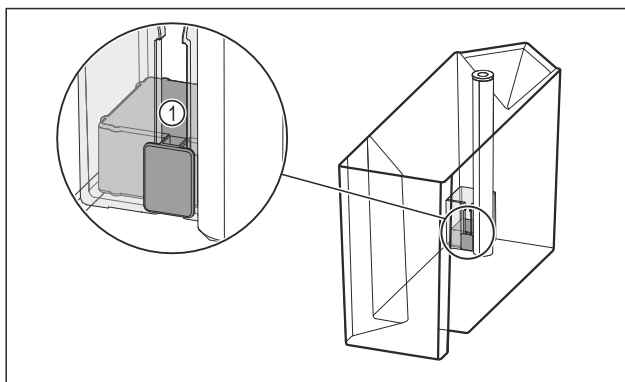

Fig. 101
- ▶ Prüfen, ob der Schwimmer Fig. 101 (1) verklemmt ist. Wenn Schwimmer verklemmt ist: